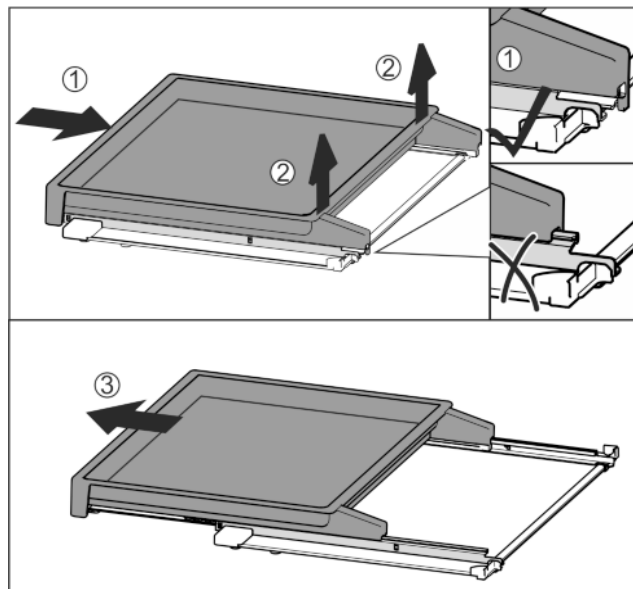

Fig. 37
- ▶ Wsunąć całkowicie wysuwaną półkę Fig. 37 (1).
- ▶ Zwolnić zatrzask po tylnej stronie Fig. 37 (2).
- ▶ Wyjąć wysuwaną półkę do przodu Fig. 37 (3).